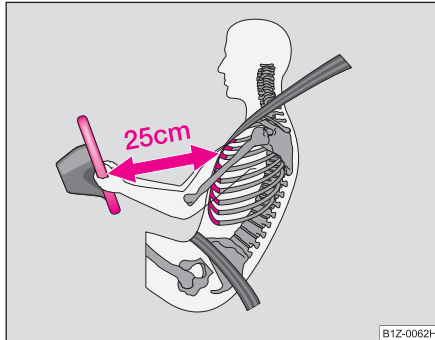

Abb. 112 Sicherer Abstand vom Lenkrad
- Für den Fahrer und Beifahrer ist es wichtig, einen Abstand von mindestens 25 cm vom Lenkrad bzw. von der Schalttafel einzuhalten ⇒ **Abb. 112**. Wenn Sie den Mindestabstand nicht einhalten, kann Sie das Airbag-System nicht schützen - Lebensgefahr! Außerdem müssen die Vordersitze und die Kopfstützen immer der Körpergröße entsprechend richtig eingestellt sein.